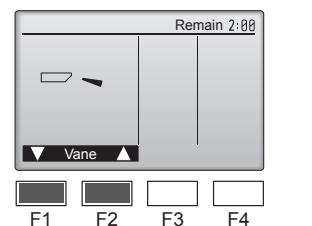

Fig. 7-4
- 2 Pulse el botón [SELECT/HOLD] para visualizar la pantalla de funcionamiento Lama, y luego pulse los botones [F1] y [F2] para comprobar el sistema automático de desviación del aire. (Fig. 7-4)